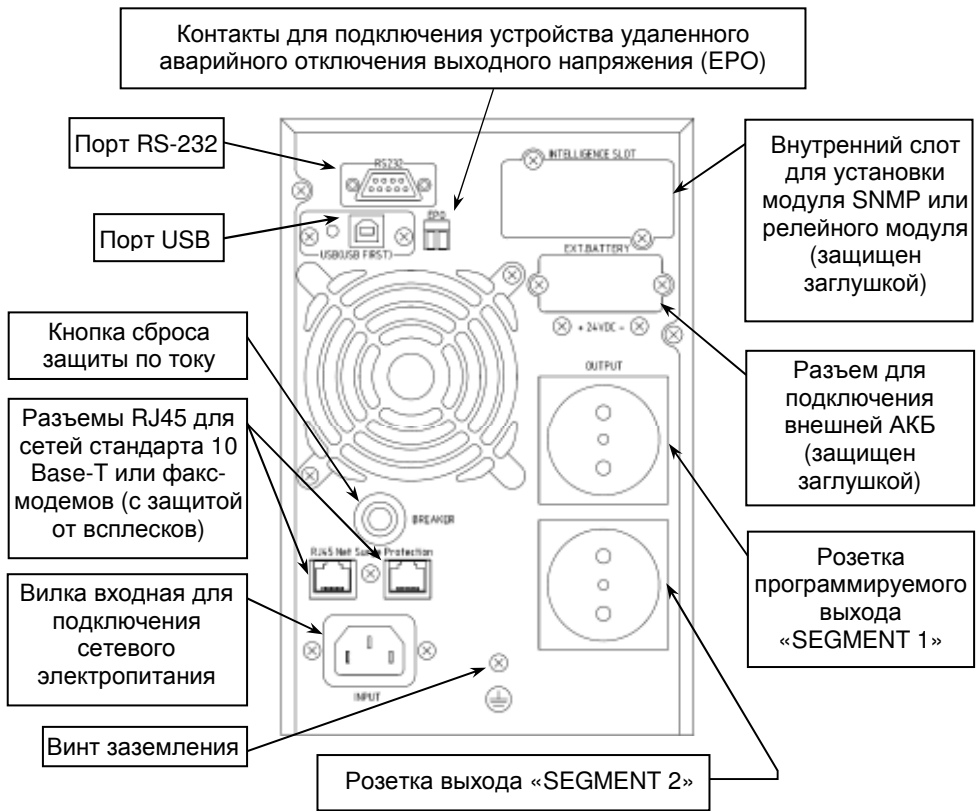

Рисунок 2 – Общий вид задней панели изделия.
**На задней панели изделия** расположены: входной и выходные разъемы, разъем для подключения внешней аккумуляторной батареи, кнопка сброса срабатывания защиты по току (срабатывание защиты происходит при превышении уровня входного тока выше допустимого), вентилятор охлаждения и разъемы коммутационных портов (см. рисунок 2).
- Заземлить корпус изделия, используя винт заземления (см. рисунок 2).